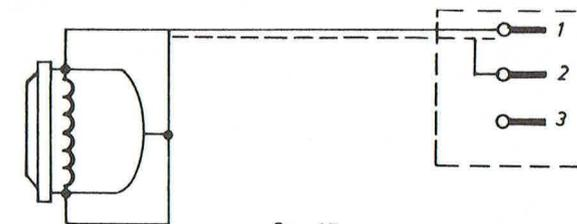
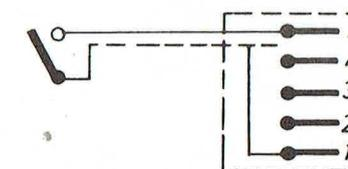

fig. 15
fig. 16 TGR 1181
Le microphone EL 3797/50 est du type électrodynamique, il se compose d'un microphone EL 3795/50 (voir fig. 15) et d'une commande à distance. La télécommande complète est livrable sous la référence EL 3796/50 (fig. 16).
**Nomenclature de la télécommande,** voir figure 15
(voir fig. 15)